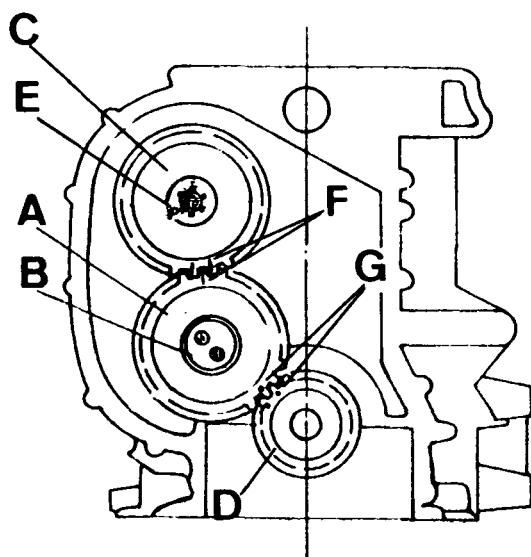

Fig. A1-87 Desmontaje de los engranajes de la distribución
- 1.12. Desmontar el engranaje de enlace, A (Fig. A1-87), el eje, B, y la arandela de suplemento que va colocada detrás del engranaje.
- 1.13. Desmontar el engranaje, C (Fig. A1-87) del árbol de levas, haciendo uso del útil 193751.
- 2.2. Introducir el engranaje del cigüeñal, D (Fig. A1-87) alineando chavetas con chavetero, de forma que los dientes marcados con un granetazo, queden hacia el exterior del motor y a la izquierda del operario que lo está montando. El engranaje se calará hasta el fondo de su alojamiento, empleando una maza de plástico.
- 2.3. Montar el engranaje del árbol de levas, C (Fig. A1-87) alineando la chaveta del árbol con el chavetero marcado con "P" del engranaje, E (Fig. A1-87). El engranaje deberá calarse hasta el fondo empleando una maza de plástico, teniendo la precaución de sujetar con firmeza el árbol de levas, para evitar que éste se desplace hacia adentro, al calar dicho engranaje, operación que podrá realizarse a través de uno de los registros laterales del bloque.
- 2.5. Instalar el eje, B (Fig. A1-87) del engranaje de enlace, sujetándolo con sus dos tornillos en forma provisional. Instalar la arandela de suplemento sobre el fondo del eje, debiendo quedar las acanaladuras de engrase hacia el exterior.
- 2.6. Montar el engranaje de enlace, A (Fig. A1-87) de forma que el diente marcado con una "raya", quede engranado con los dos dientes del engranaje del árbol de levas, marcados también con una "raya" (ver detalle, F, Fig. A1-87). El diente marcado con un granetazo, tendrá que quedar engranado, entre los dos dientes del engranaje del cigüeñal, marcados también con un granetazo (ver detalle, G, Fig. A1-87).